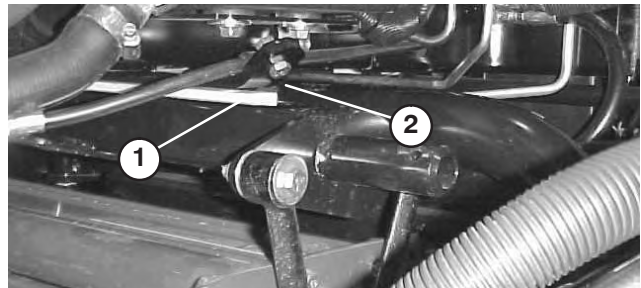
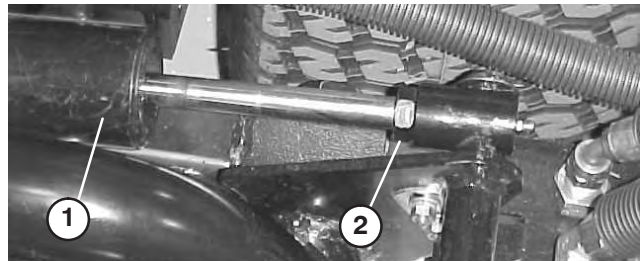

Figure 23
Figure 24
3. Mettez le moteur en marche, élevez les bras de relevage et vérifiez que l'écartement entre le segment d'usure en haut de la barre d'usure du plateau de coupe et la bride de butée est compris entre 0,5 et 2,5 mm (Fig. 23). Si ce n'est pas le cas, réglez le vérin arrière de manière à obtenir l'écartement voulu. Pour régler le vérin, abaissez les plateaux de coupe et reculez l'écrou de blocage sur le vérin (Fig. 24). En vous aidant d'une pince et d'un chiffon, tenez la tige du vérin près de l'écrou et tournez la tige. Relevez les plateaux de coupe et vérifiez l'écartement. Répétez la procédure au besoin. Serrez l'écrou de blocage de la chape.